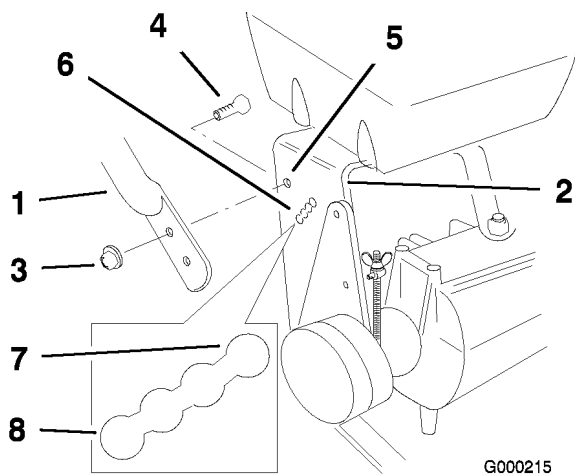

Figura 22
- Aflore los pernos con arandela prensada superiores (3/8 x 1-1/4 pulg.) y la tuerca con arandela prensada que sujetan el manillar al bastidor trasero (Figura 22).
- Retire los pernos con arandela prensada inferiores (3/8 x 1 pulgada) y las tuercas con arandela prensada que sujetan el manillar al bastidor trasero (Figura 22).